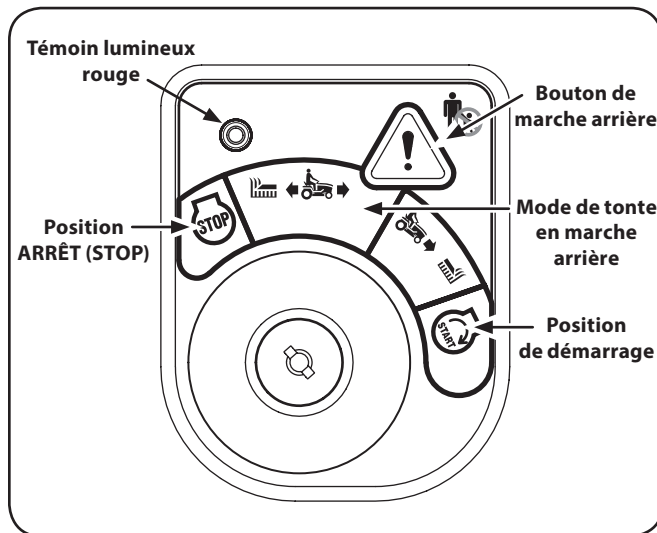

Figure 5-1
2. Tournez la clé de la position de tonte normale (en vert) à la position de tonte en marche arrière (en jaune) sur le module du commutateur d'allumage. Voir Figure 5-1.
3. Appuyez sur le bouton de marche arrière (⚠️) situé dans le coin supérieur droit du module de commutateur d'allumage. Le témoin lumineux rouge dans le coin supérieur gauche du module s'allume lorsque le bouton de marche arrière est activé. Voir Figure 5-1.